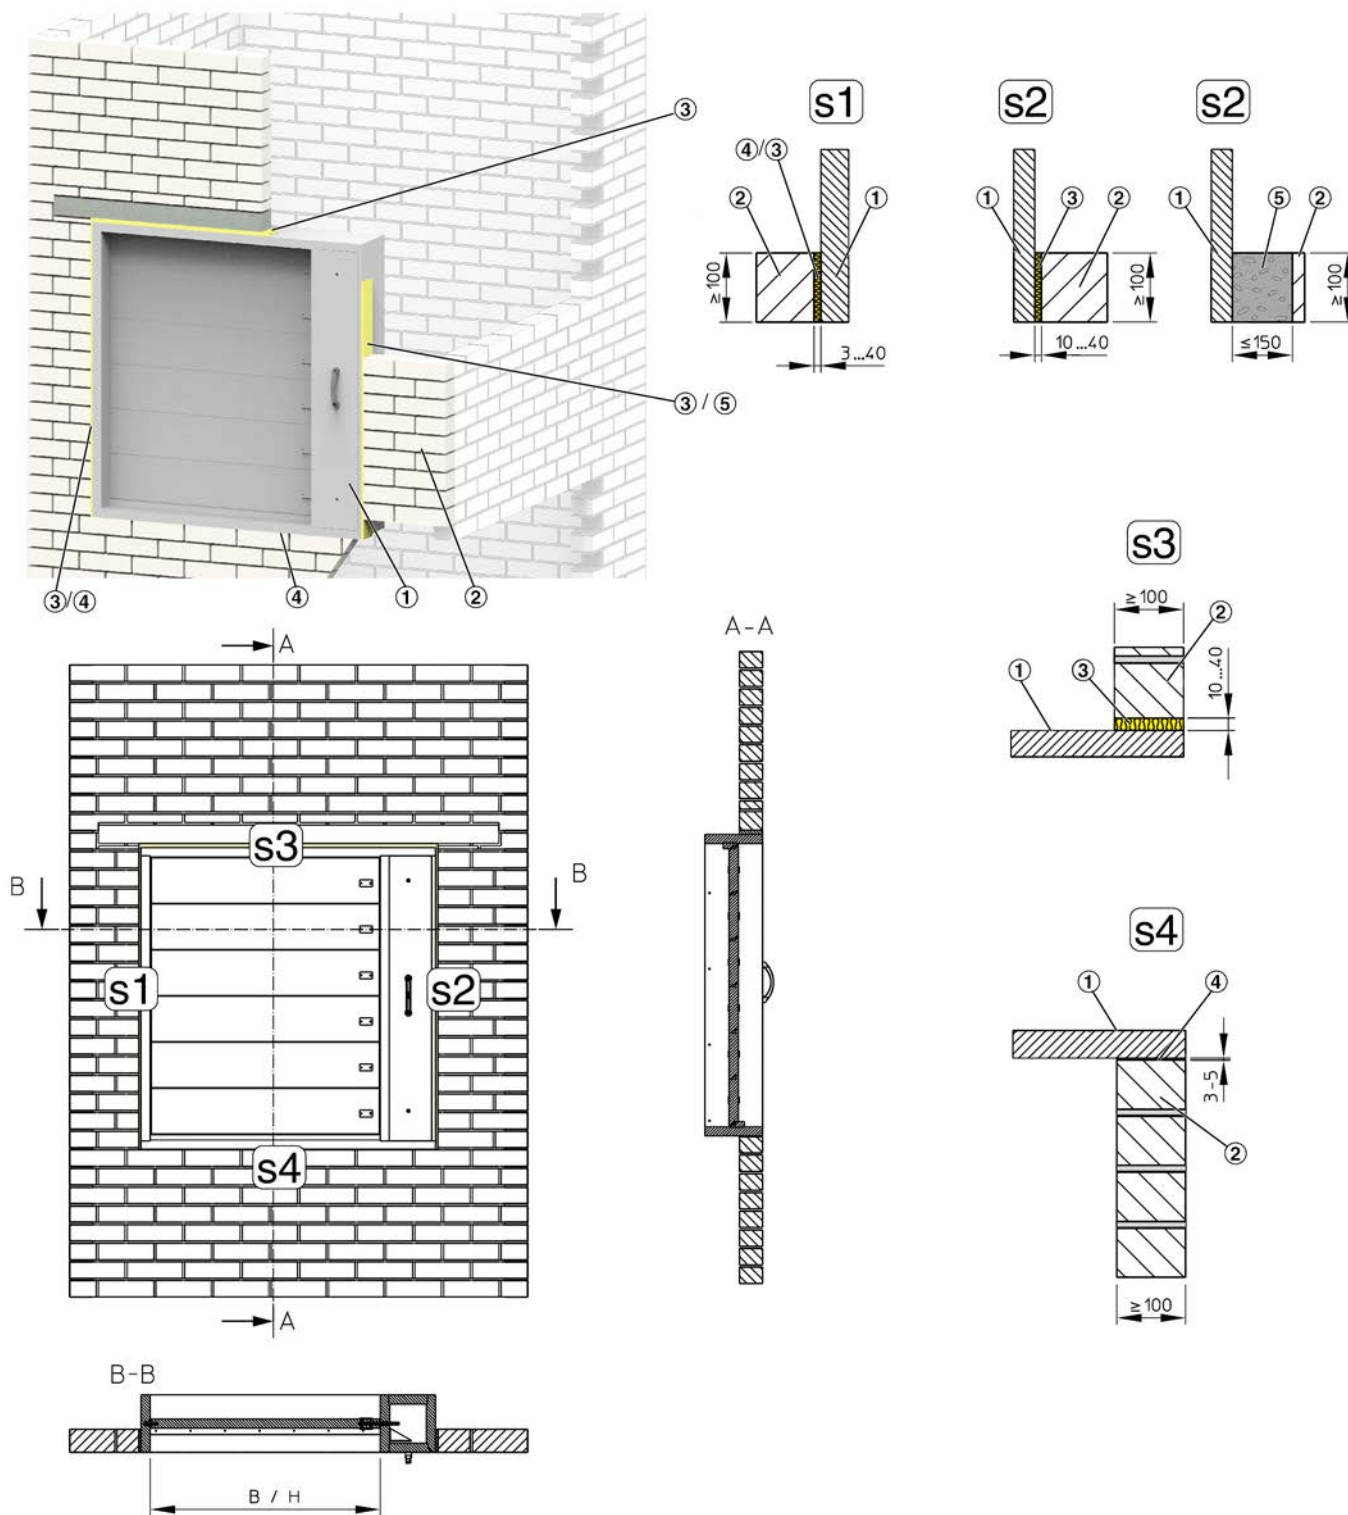

Fig. 18: Installazione a secco, senza malta o a secco, senza malta - a base di malta in una parete piena o parete solida cava
- ▶ Sul pannello di rivestimento sinistro (S_1) applicare il nastro sigillante per alte temperature (Fig. 18 /4) al telaio della serranda (spessore parete) o usare la lana minerale (Fig. 18 /3), vedere tabella in alto per lo spessore.
- ▶ Sul lato inferiore del telaio della serranda tagliafumo applicare il nastro sigillante per alte temperature (Fig. 18 /4) (spessore parete), ↗ 19 .
- ▶ A seconda del tipo di installazione, applicare il nastro sigillante per alte temperature (Fig. 18 /4) alla serranda tagliafumo sul fondo del telaio della serranda (spessore parete), ☞ 19 o applicare un letto di malta al pannello di rivestimento inferiore (S4).